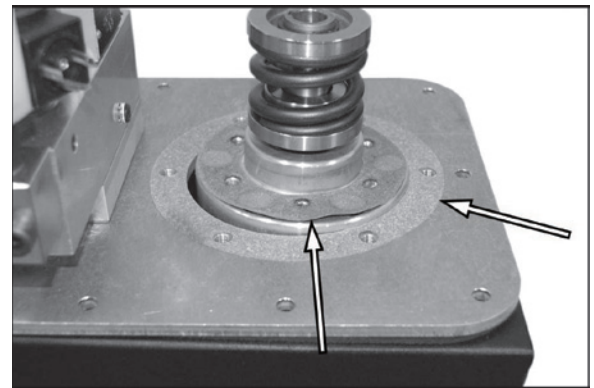

Figura 34.
3. Veja a Figura 34. Remova a junta e limpe as superfícies da junta.